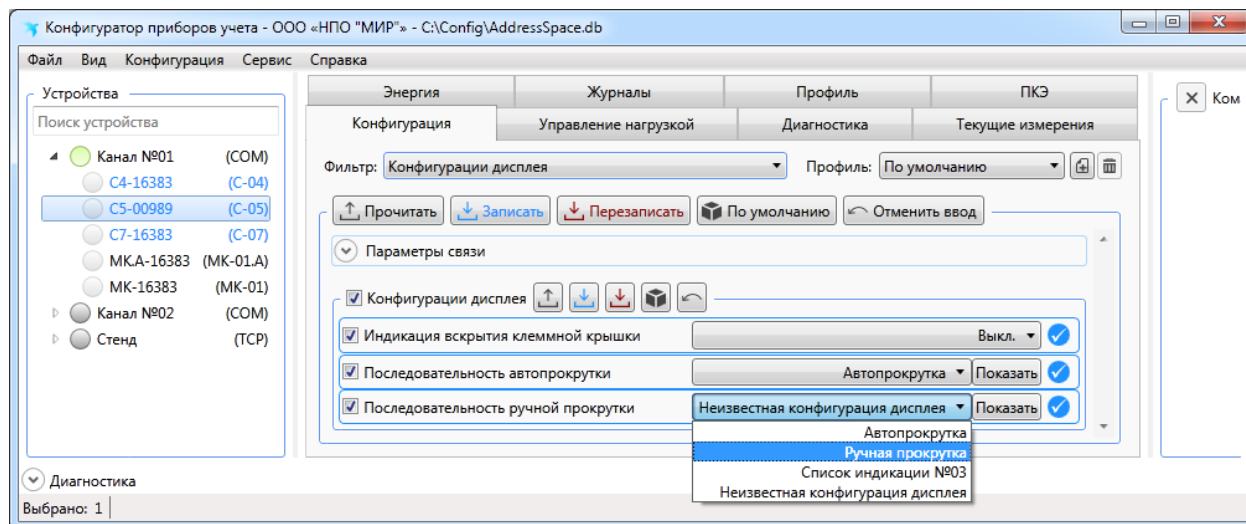

Рисунок 9.17 – Конфигурирование списков индикации
9.5.8.9 Параметр *Индикация вскрытия клеммной крышки* (рисунок 9.17) позволяет управлять светодиодным индикатором состояния «СТ», если параметр в состоянии *Разрешено*, то при вскрытии крышки зажимов, индикатор «СТ» загорается и не гаснет до принудительного сбрасывания эксплуатирующей организацией.